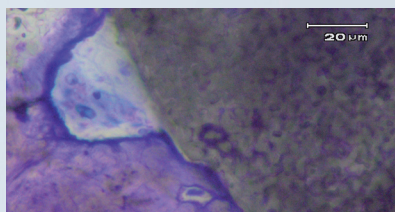

Figura 1- Capillari e cellule che aderiscono a RIGENERA per formare nuovo osso
- Agisce come supporto ideale essendo riconosciuto dall'organismo umano. (vedi Figura 1)